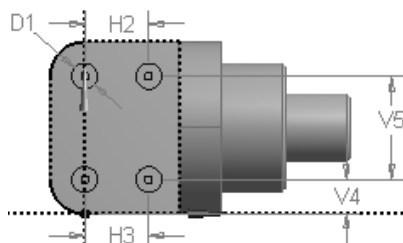

图 3.9.17 草图 3
(1) 绘制图 3.9.17 所示的草图 3。选取平面 4，单击“New Sketch”按钮，绘制图 3.9.17 所示的截面草图，其中 $D1=6$ ， $H2=15$ ， $H3=15$ ， $V4=8$ ， $V5=24$ 。